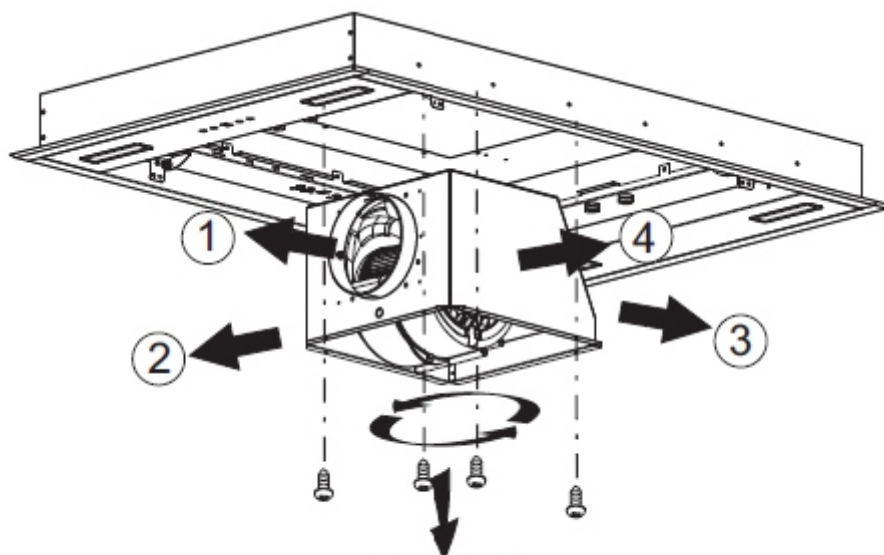
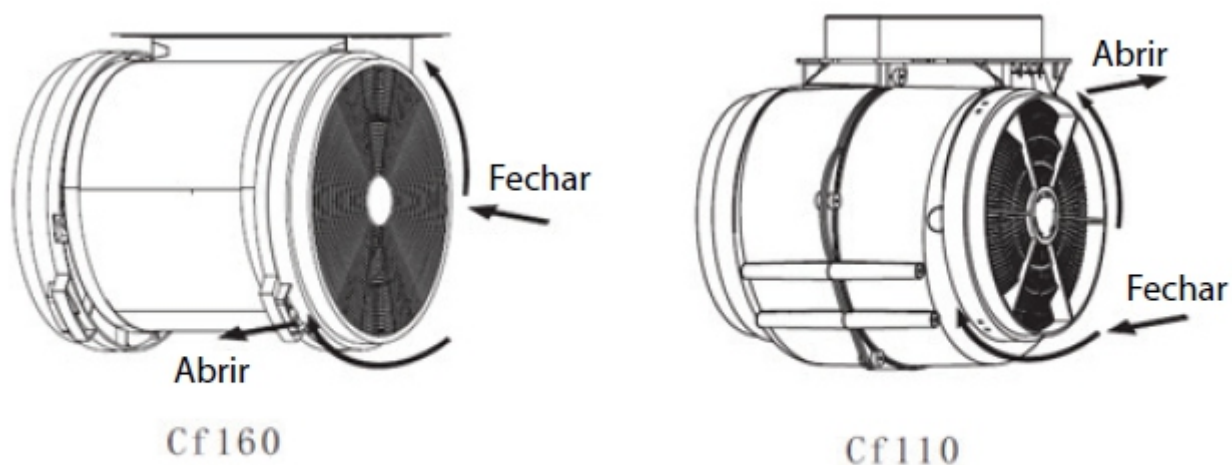

Figura 7
Figura 14
4. Você pode escolher a direção da saída de ar ①/②/③/④ (consulte a figura 7).
(Fixar o filtro de carbono no forno, instalar e desmontar, (consulte a figura 14). Se a direção da saída de ar ②/④ for escolhida, (consulte a figura 7), a folha decorativa do meio e os filtros de graxa devem ser retirados antes de montar os filtros de carbono.)